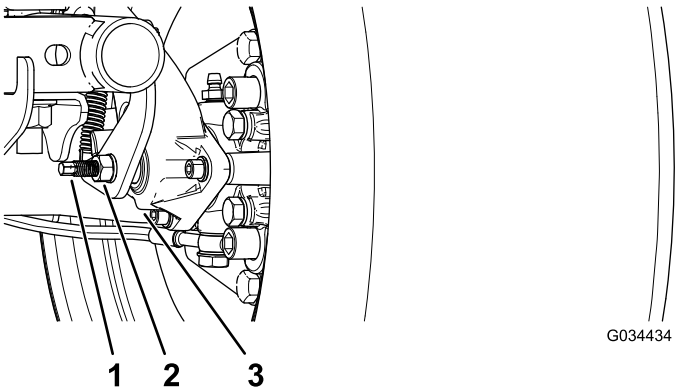

图 63
3. 使用 2 个扳手用 1 个扳手控制住制动盘上的调节杆用另一个扳手将锁紧螺母拧松 ¼ 圈 图 63。
4. 在将调节杆和锁紧螺母固定在位的同时旋入调节杆直至旋紧 图 63。
5. 在将调节杆和锁紧螺母固定在位的同时向回倒旋 ¼ 圈 图 63。
6. 在将调节杆和锁紧螺母固定在位的同时拧紧锁紧螺母 图 63。